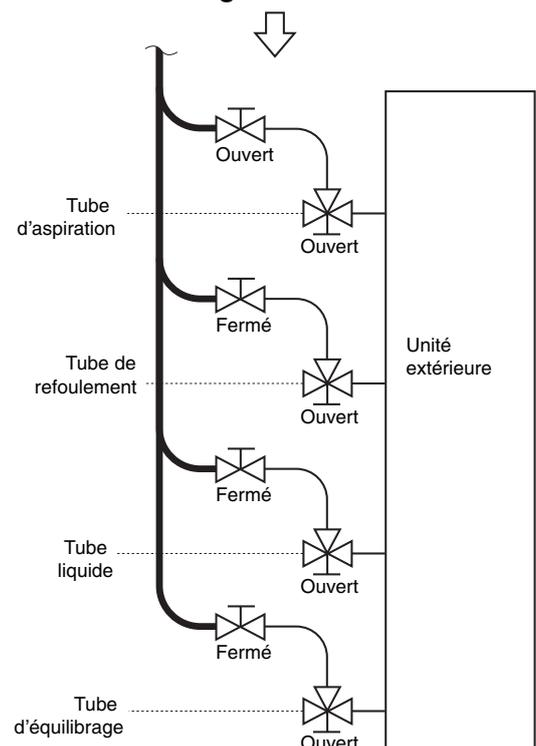

Fig. 8-6
- Si vous ne pouvez pas charger en une seule fois la quantité de réfrigérant supplémentaire, chargez le reste sous forme liquide à l'aide de la vanne de service du tube d'aspiration et en faisant tourner le système en mode refroidissement lors de l'exécution du test. (Fig. 8-6)